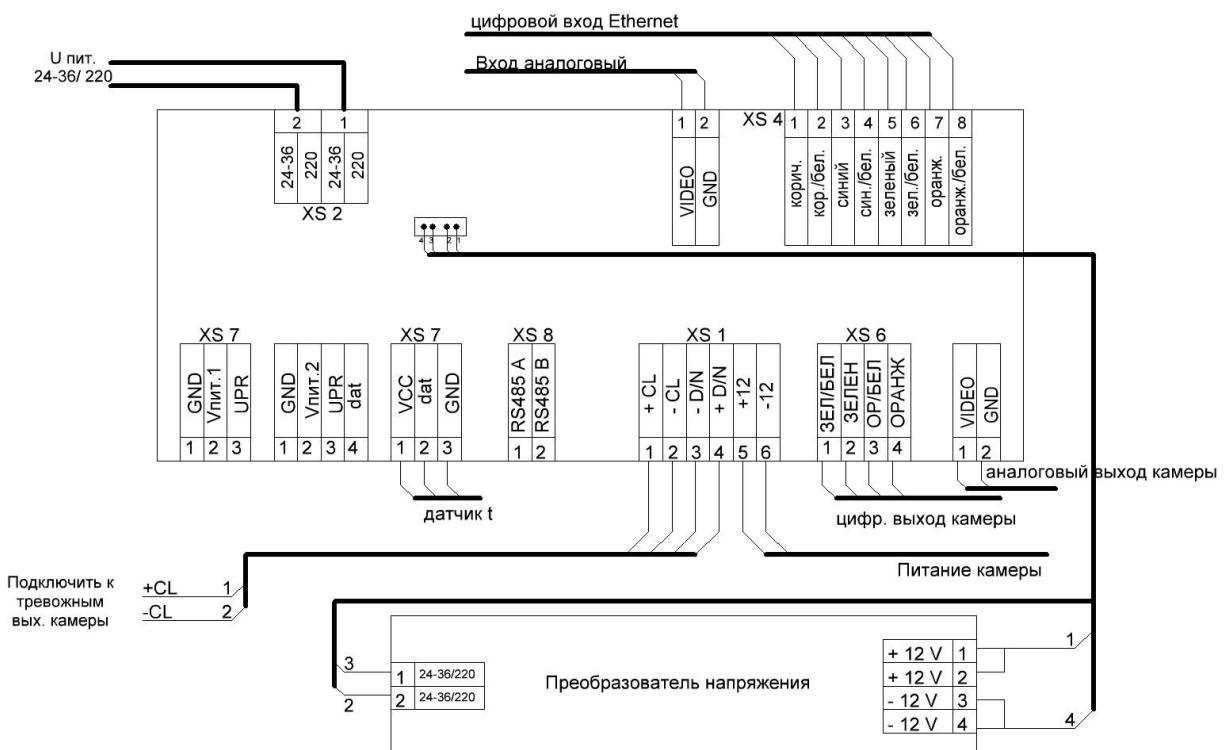
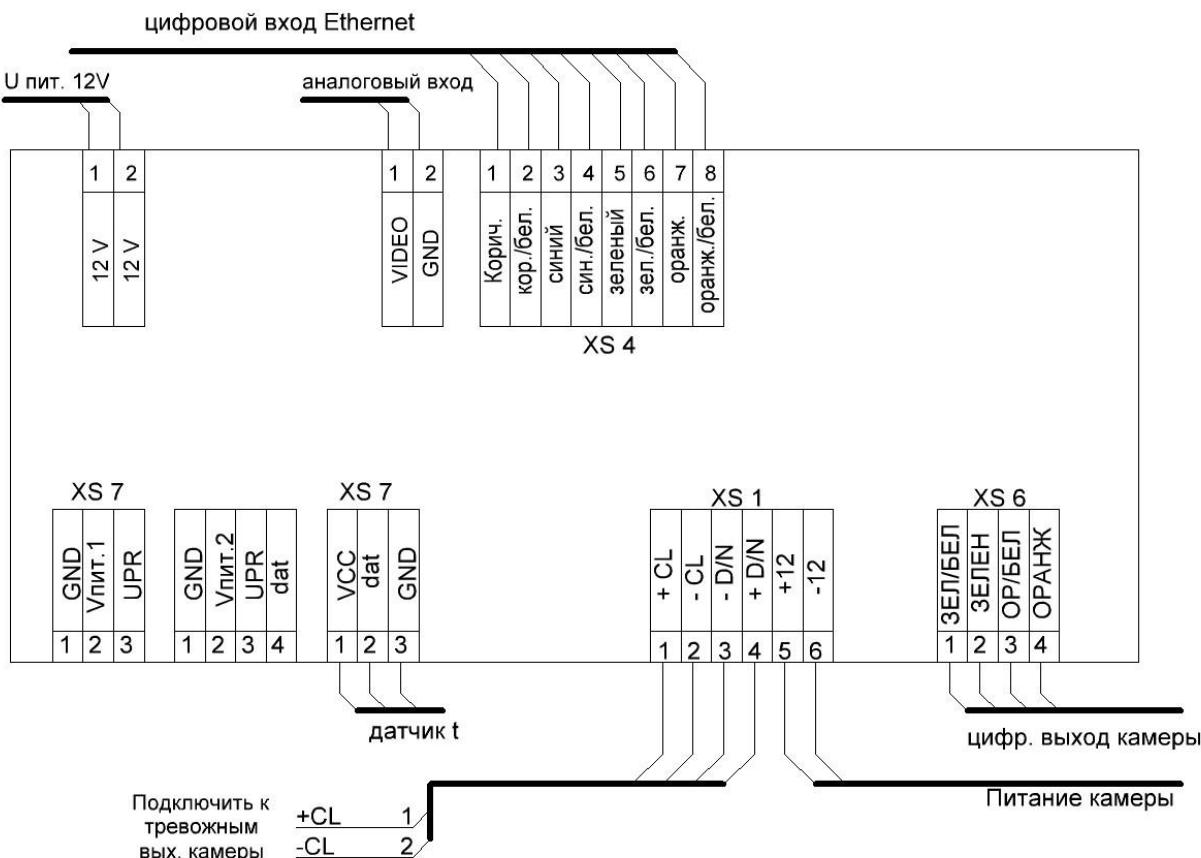

Рисунок 4.3 – Схема подключения термокожуха с напряжением питания 24–36 постоянного/переменного тока или 220 В переменного тока
Рисунок 4.4 – Схема подключения термокожуха с напряжением 12 В постоянного тока
5. Подключите видеокамеру к электронной плате согласно схеме подключения (Рисунок 4.3, Рисунок 4.4).
6. Через кабельные вводы заведите питающий и сигнальный кабели, подключите к универсальной плате (Рисунок 4.3, Рисунок 4.4).